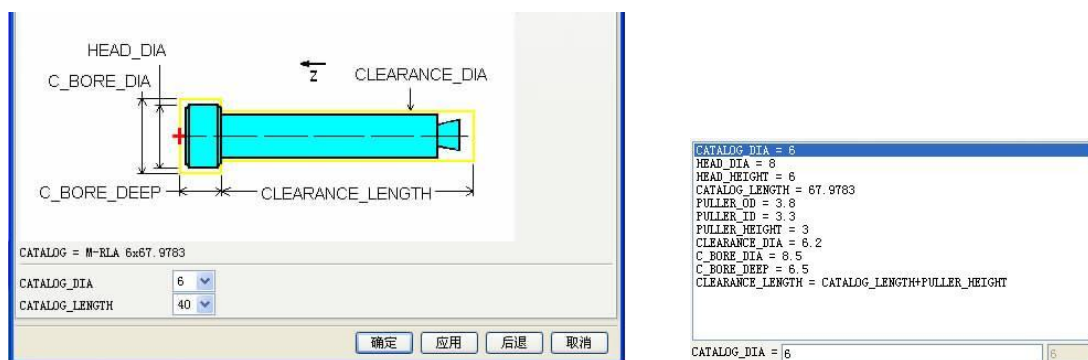

图7-99
6. 在【注塑模向导】工具条中单击【标准件】按钮，弹出【标准件管理】对话框。在【目录】和【分类】下拉列表中选择【FUTABA_MM】和【Sprue puller】选项，然后设置拉料杆其他参数，如图 7-99 所示。